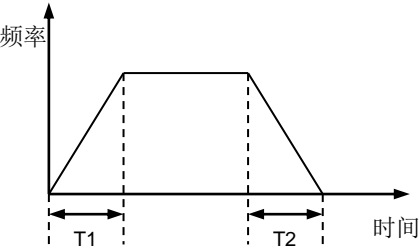

图 6-20 直线加减速
- 直线加减速，变频器输出频率按已设定斜率增加或减小，如图 6-20 所示。